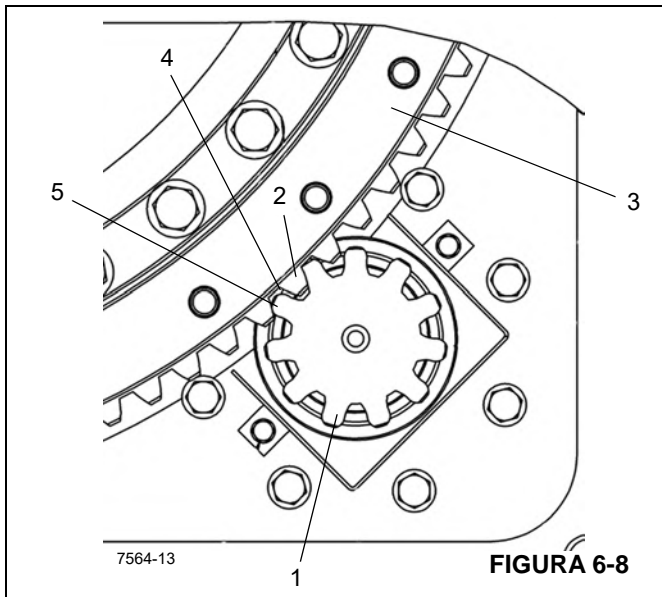

FIGURA 6-8
6. Instale o pinhão de acionamento do giro (1) Figura 6-8 de modo que a os dentes de engrenagem do pinhão de acionamento estejam alinhados com o dente (2) do ponto superior (excentricidade máxima) no rolamento da torre (3).
O ponto superior ou excentricidade máxima do rolamento a torre é identificado na fábrica usando três dentes de engrenagem em sequência no rolamento da torre como o ponto superior. Os dentes um e três são estampados (1, Figura 6-7) com uma marca de traço na parte superior e inferior do dente da engrenagem. Use estes três dentes de engrenagem ao instalar o acionamento de giro e verifique a folga mostrada na Figura 6-8.
7. Verifique a folga (4, Figura 6-8) com um calço de 0,203 mm (0.008 pol.) de espessura entre o dente da engrenagem do pinhão de acionamento (5) e dente de engrenagem de ponto alto (excentricidade máxima) (2) no rolamento da torre.
NOTA: Se um novo rolamento (3) (Figura 6-8) estiver sendo instalado, uma nova engrenagem de pinhão (1) também deve ser usada.